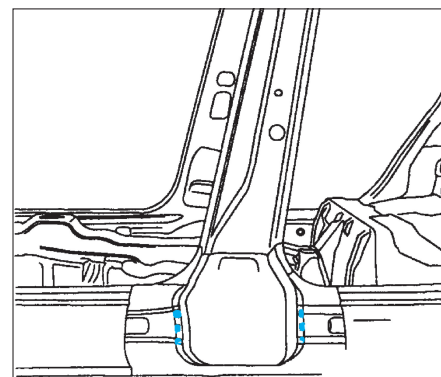

FIG. 81
- points bouchons au MIG et meuler les bouchons (Fig.81),